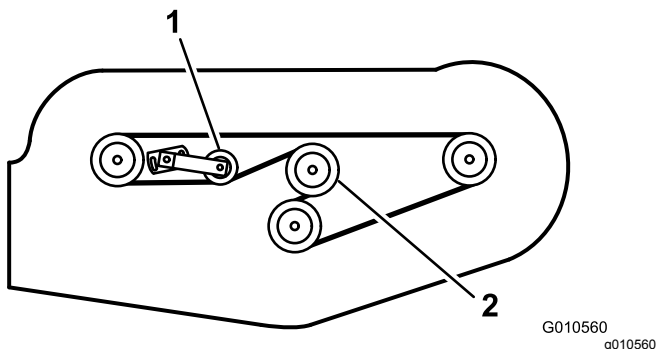

Figure 30
6. Acheminez la nouvelle courroie autour de la poulie du boîtier d'engrenages, des poulies d'axe, de la poulie de tension fixe et de la poulie de tension réglable (Figure 30).